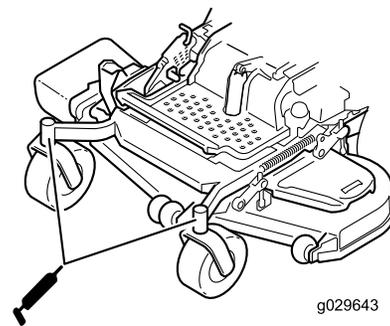

Figure 47
10. Remettez le bouchon hexagonal et le capuchon antipoussière en place (Figure 47).